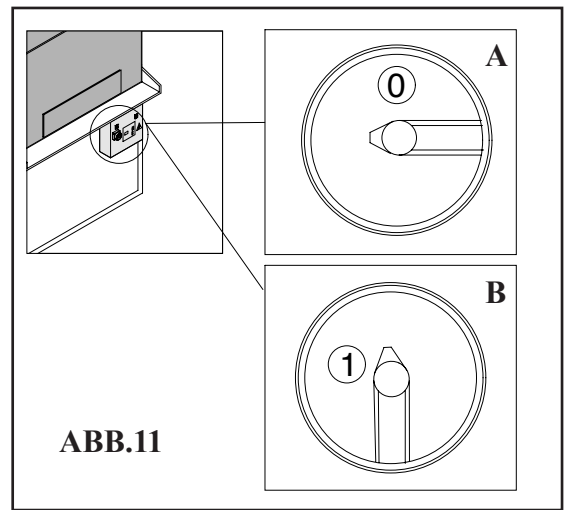
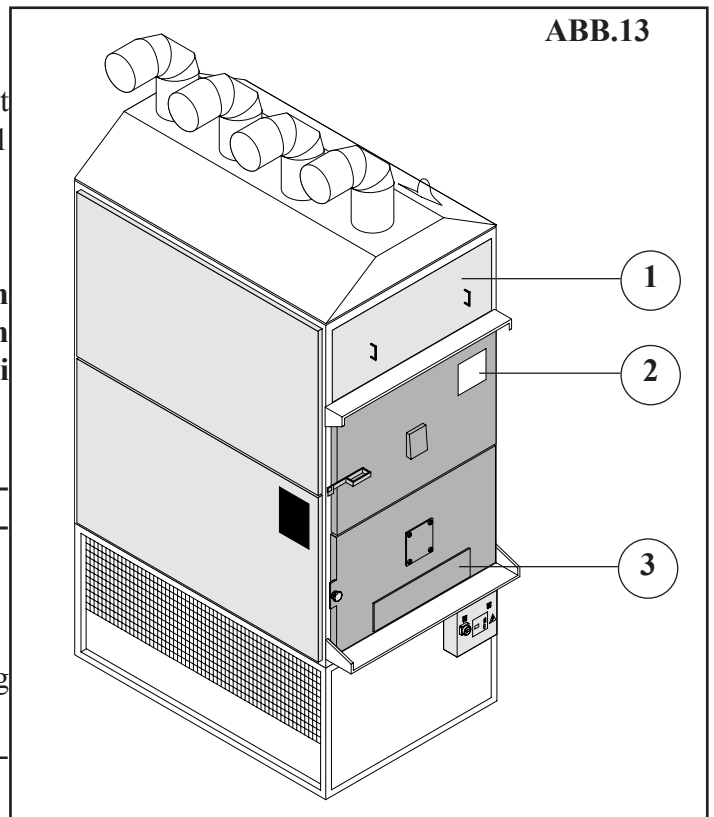

ABB.11
ABB.13
Den Hauptschalter auf "0" einstellen (Stell. A Abb.11).
- Der Hauptschalter der Maschine auf 0 eingestellt ist (Stell. A Abb. 11).
- Den Hauptschalter der Maschine anzünden (Stell.B Abb.11).
Per migliorare la combustione regolare il tiraggio sullo sportello inferiore (Stell.3 Abb.13).
Während des Betriebes, muß die Maschine nur mit Brennstoff durch die Obentür versorgt werden (Stell. 1 von Abb.13).
- Die zwei Vortüre öffnen (Stell. 1 und 2 von Abb.13).
wenn die Feuerung eine zu hohe Hitze entwickelt; in diesem Fall muss die Hitzeentwicklung reduziert werden durch das Schließen des Abzugs der Befeuerungsluft (Pos. 3 von Abb. 13) ohne weiteren Brennstoff zuzuführen.
Das Abschrecken des Aschenraums kann mit der Schliessung des Verbrennungsluftzugs durchgeführt werden (Stell.3 Abb.13) Nachher muß den Rauchkanalzugs (Stell.0 Abb.11) und die Lüfter mittels dem Hauptschalter (Stell. D Abb.11), ausgeschaltet werden und danach auch den Hauptschalter der Anlage.